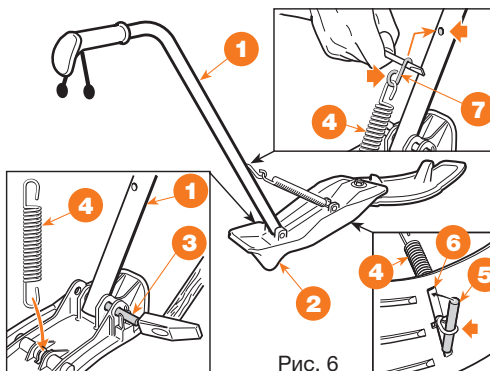

Рис. 6
- Установить рукоятку **1** на пробку-отражатель **2** при помощи штифта **3**, подталкивая его вглубь с помощью молотка (Рис. 6).